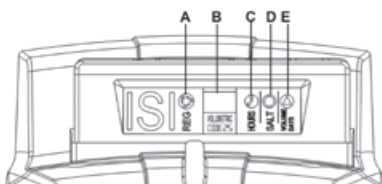

FIG. 7
- 5.8 PROGRAMACIÓN DEL MODELO REK VOLUMÉTRICO (Fig. 7) ETIQUETA ROJA (contraseña)